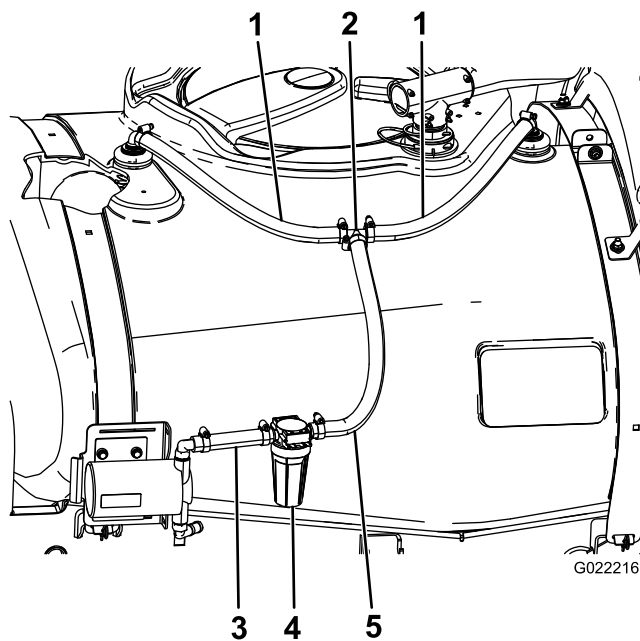

Figura 11
1. Ligar os tubos de 48 cm às uniões roscadas dos bicos de lavagem previamente instaladas utilizando duas abraçadeiras (Figura 11).
2. Ligue as extremidades soltas dos tubos aos conectores em T com duas abraçadeiras de tubos (Figura 11).
1. Ligue a extremidade comprida do tubo de lavagem/filtro ao conector em T com uma abraçadeira de tubos (Figura 11).
2. Ligue a outra extremidade do tubo de lavagem/filtro à união roscada superior da bomba de lavagem com uma abraçadeira de tubos (Figura 11).